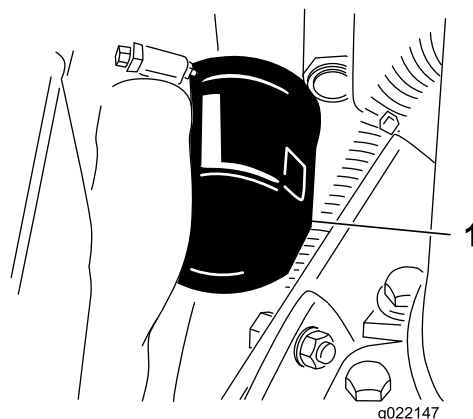

Figure 52
3. Déposez le filtre à huile (Figure 52).